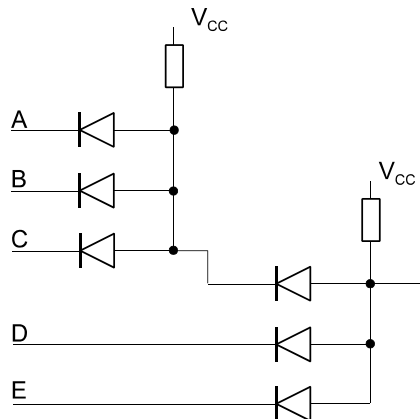

Abb. 2
7. Ist es sinnvoll, Diodengatter zu kaskadieren? Erläutern Sie das Problem an Abb. 2, die eine aus zwei Diodengattern gebildete UND-Verknüpfung zeigt.